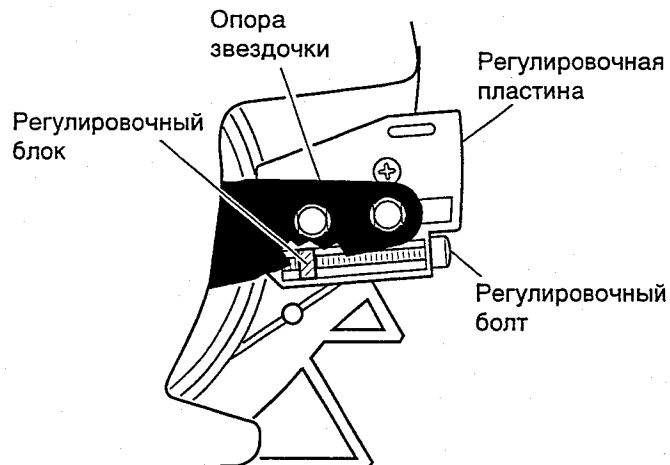

Рис. 4. Расположение деталей при сборке направляющего стержня
3. Поверните регулировочный винт (рис. 4). Продолжайте поворачивать регулировочный винт до тех пор, пока регулировочный блок не зайдет за регулировочную пластину.